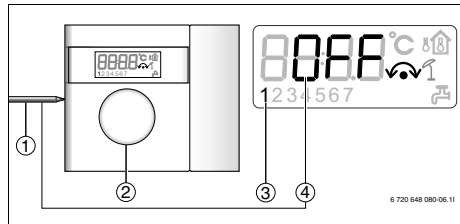

Bild 51 Afsluiting CANbus LCD
**OPMERKING:** De kamersensor wordt normaliter als laatste op de CANbus geplaatst en moet daarom zijn afsluiting worden ingesteld conform (Afbeelding 51).